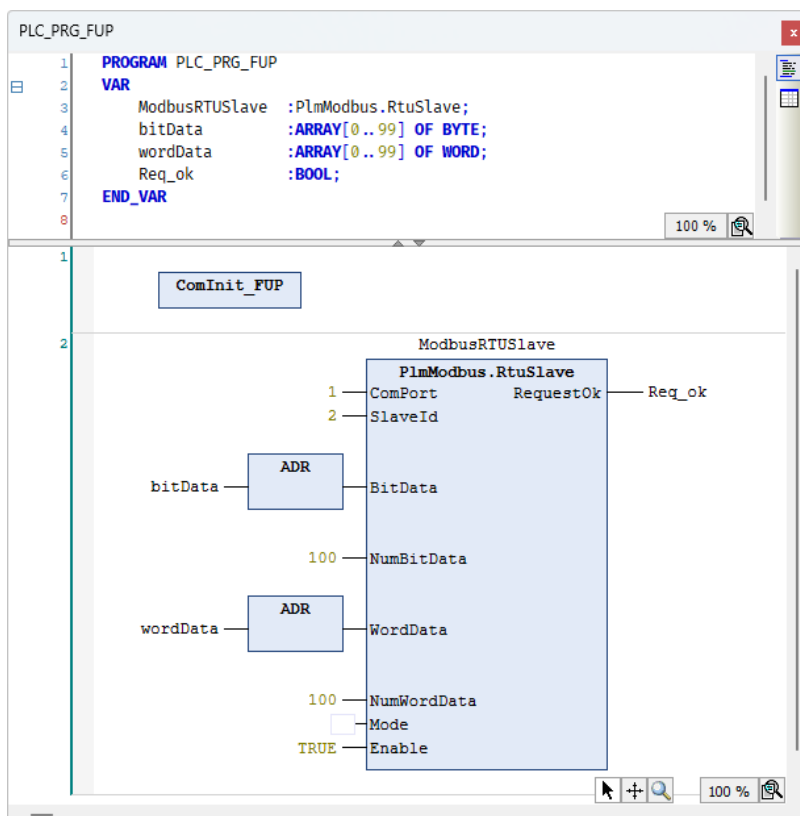
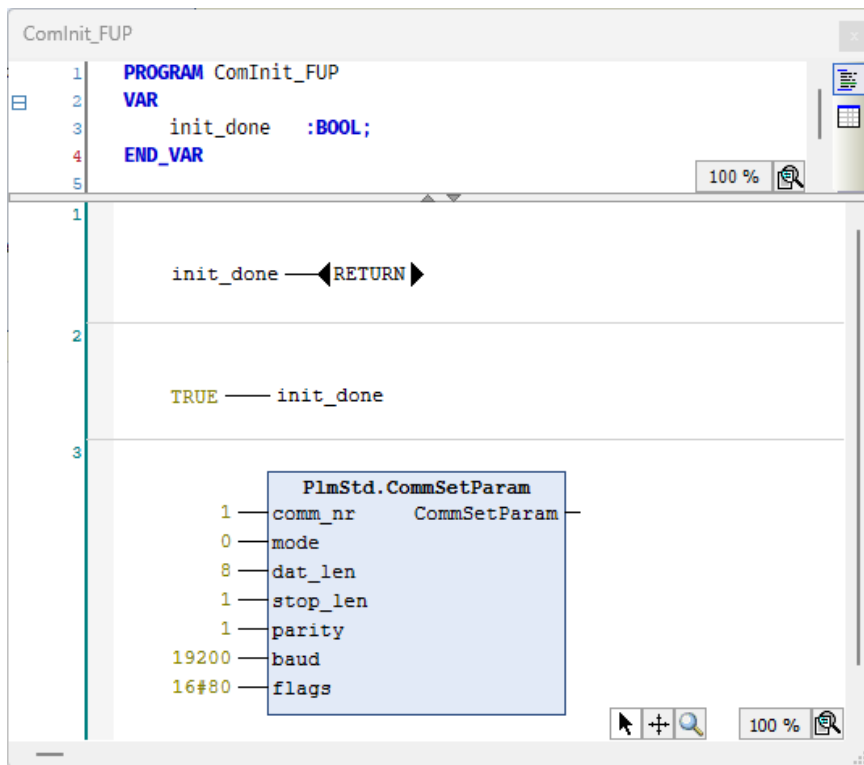
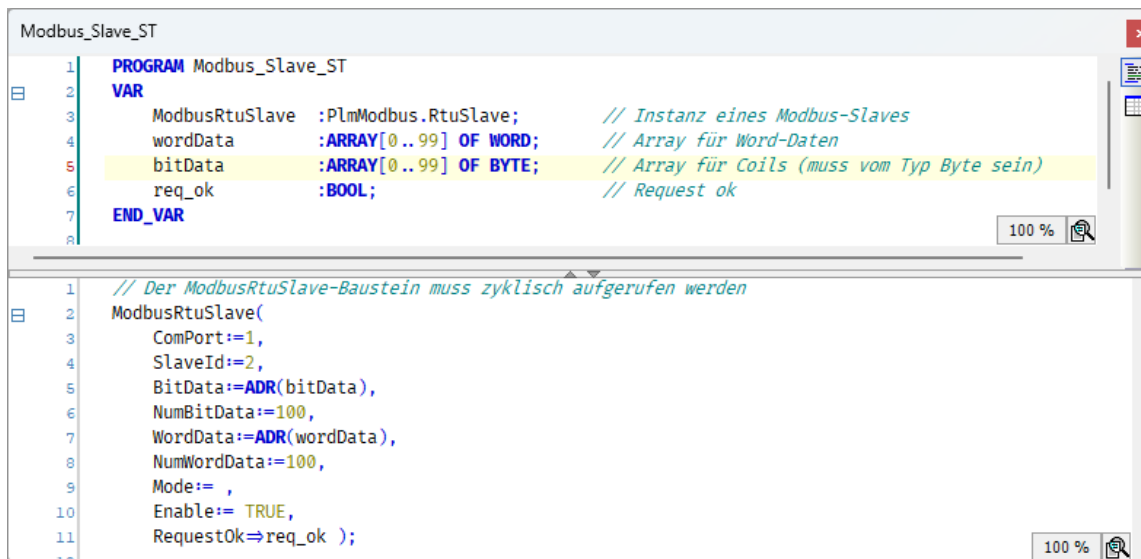
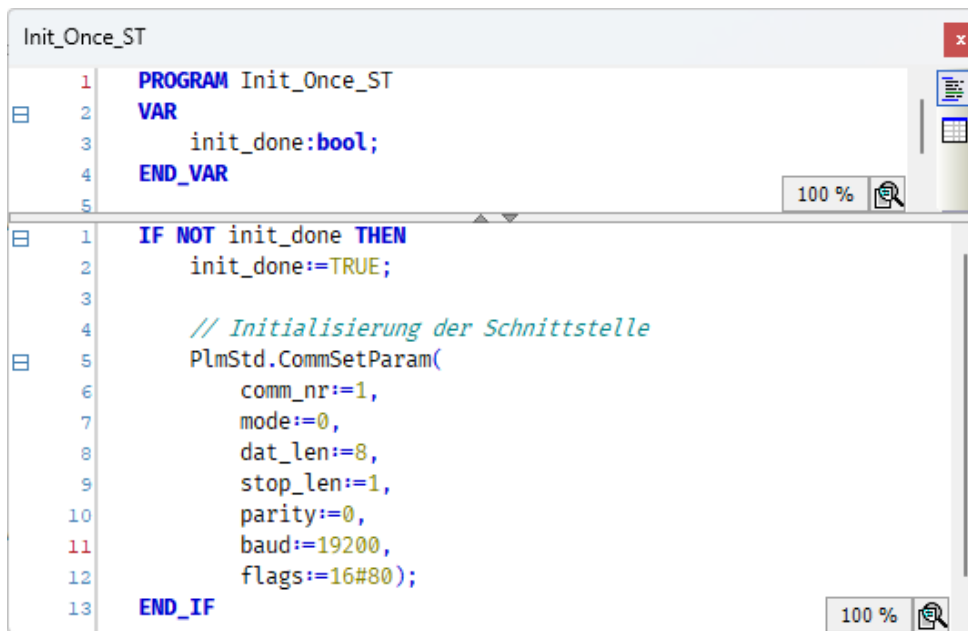

Abbildung 150: Realisierung eines Modbus RTU Slaves (FUP, Teil 1/2)
Abbildung 151: Realisierung eines Modbus RTU Slaves (Fup, Teil 2/2)
Abbildung 152: Realisierung eines Modbus RTU Slaves (ST, Teil 1/2)
Abbildung 153: Realisierung eines Modbus RTU Slaves (ST, Teil 2/2)
Die in Abbildung 150 (FUP), Abbildung 151 (FUP), Abbildung 152 (ST) und Abbildung 153 (ST) gezeigten Programmbeispiele realisieren einen Modbus RTU-Slave mit dem Baustein `RtuSlave`, der die Arrays `bitData []` mit 100 Bytes (800 Bits) und `wordData []` mit 100 Words auf COM-Port 1 unter der Modbus-Slave-Adresse 2 bereitstellt.